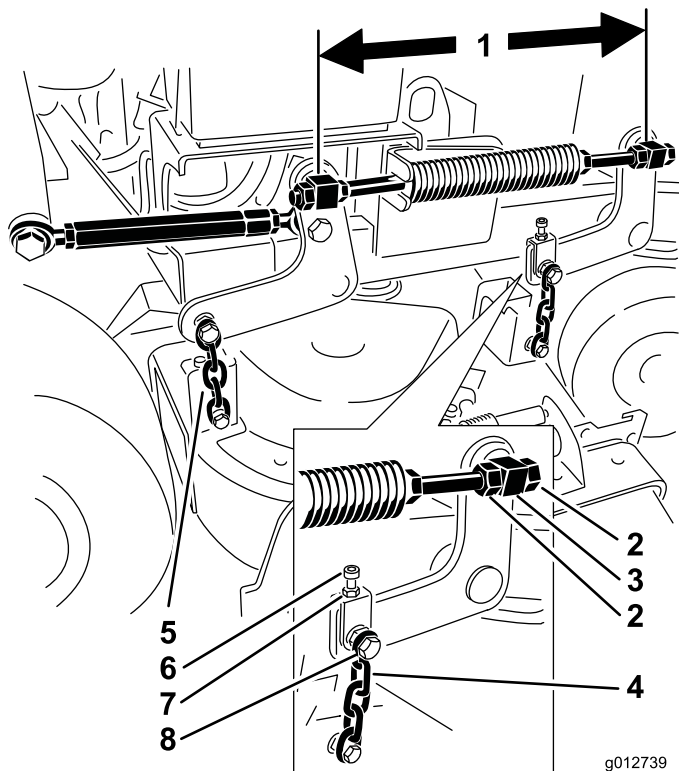

Figura 82
6. Compruebe la distancia entre los pivotes; mida del centro de un pivote al centro del otro (distancia entre centros) en la varilla roscada. Esta distancia debe ser de 49,5 cm para plataformas de corte de 91 cm y de 43,7 cm para carcasas de corte de 102 cm (Figura 82).
9. Utilice las contratuercas del pivote delantero para ajustar la longitud entre los pivotes delantero y trasero en ese lado (Figura 82).
11. Utilice el perno de ajuste para obtener la misma tensión en ambas cadenas delanteras (Figura 82).
5. Afloje la tuerca del perno superior de la cadena y la contratuercas del perno de ajuste (Figura 82).
6. Apriete o afloje el perno de ajuste para obtener una distancia de 6 a 10 mm menos en la parte delantera, en **A**, que en la parte trasera, en **B** (Figura 82).